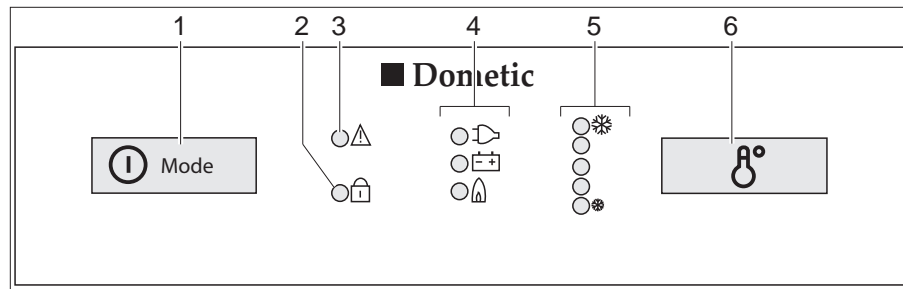

Bild 243 Bedienelemente für den Kühlschrank (Dometic 8er-Reihe mit MES)
- Den Einschalter/Energie-Wahlschalter (Bild 243,1) 2 Sekunden lang drücken, um das Gerät einzuschalten. Die LED der zuletzt gewählten Betriebsart leuchtet auf.
- Ggf. den Einschalter/Energie-Wahlschalter (Bild 243,1) mehrmals kurz drücken, bis die Betriebsanzeige Gas "🔥" aufleuchtet. Die Gaszufuhr ist geöffnet. Der Zündvorgang erfolgt automatisch. Ein tickendes Geräusch ist hörbar, bis der Zündvorgang erfolgreich abgeschlossen ist.
- Die Kühltemperatur mit dem Schalter für die Temperatureinstellung (Bild 243,6) einstellen.
- Ggf. den Einschalter/Energie-Wahlschalter (Bild 243,1) mehrmals kurz drücken, bis die Betriebsanzeige 230 V "⚡" aufleuchtet.
- Ggf. den Einschalter/Energie-Wahlschalter (Bild 243,1) mehrmals kurz drücken, bis die Betriebsanzeige 12 V "⊕" aufleuchtet.